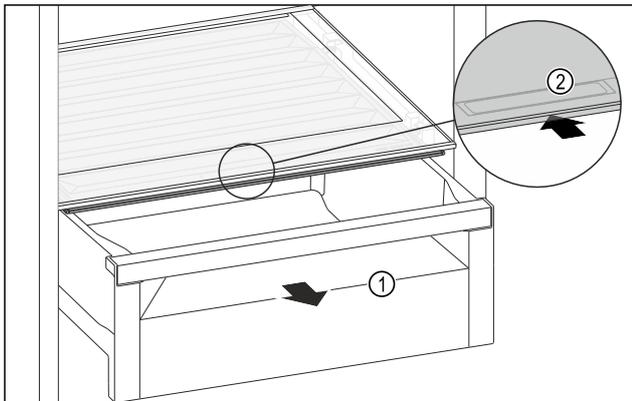

Fig. 82
- ▶ Retirer le tiroir Fig. 82 (1).
- ▶ Saisir la poignée encastrée Fig. 82 (2) du couvercle du compartiment et pousser le couvercle du compartiment vers l'arrière.